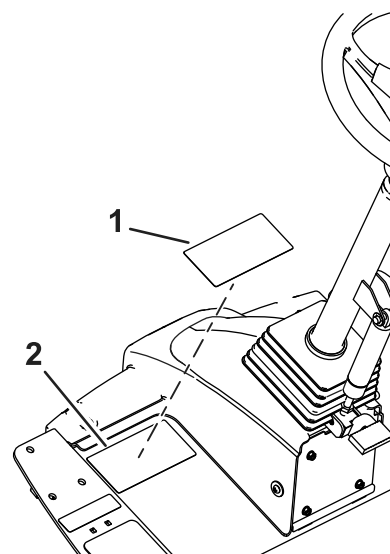

Figura 8
1. Utilize álcool e um pano limpo para limpar a superfície do adesivo de aviso e deixe o adesivo secar (Figura 8).